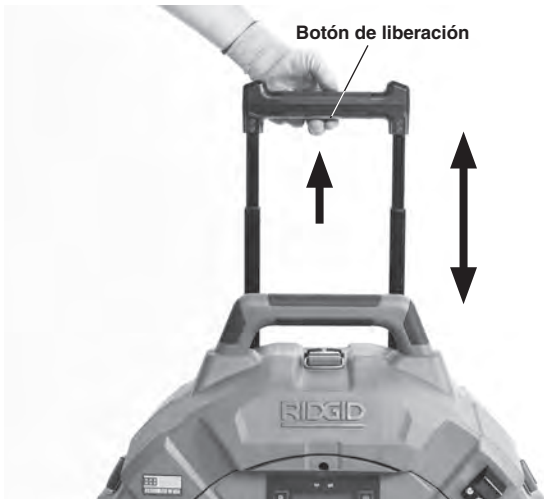

Figura 8 – Ajuste del mango plegable
6. Transporte la fresadora a la zona de trabajo a lo largo de una senda despejada. Ajuste el mango plegable si es necesario (*Figura 8*). Oprima el botón de liberación del mango plegable y coloque el mango en la posición deseada. Asegure que el mango esté bien fijo.